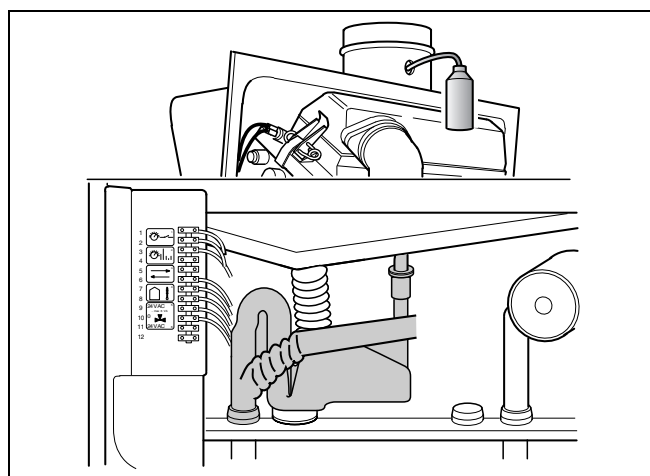

Abb. 41 Funktion Kondenswasserbypass prüfen
- Siphon herausnehmen und reinigen (Abb. 41).
- Wasser (z. B. mit einer Spritzflasche) in die linke Messstelle (Abb. 41) für Abgas einspritzen und Kondenswasserbypass auf Durchgängigkeit prüfen.